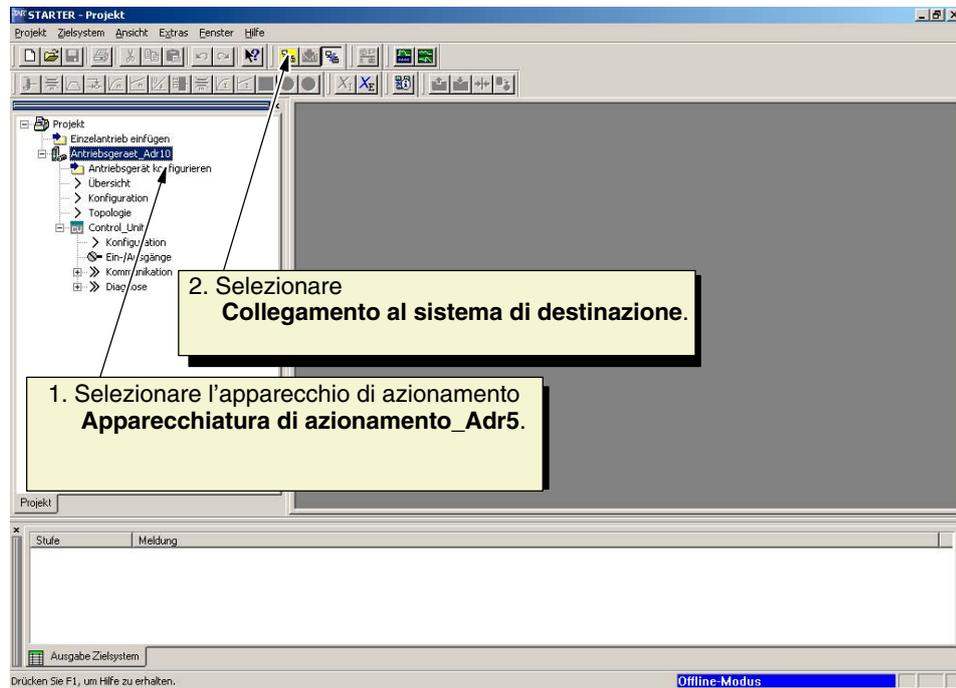

Fig. 10-49 Progetto_1
7. Cliccare su **Fine**. In STARTER viene visualizzato il nuovo progetto con l'apparecchio di azionamento. (Vedere la fig. 10-49)